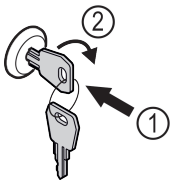

Fig. 130
- ▶ Schlüssel hineindrücken. Fig. 130 (1)
- ▶ Schlüssel um 90° im Uhrzeigersinn drehen. Fig. 130 (2)